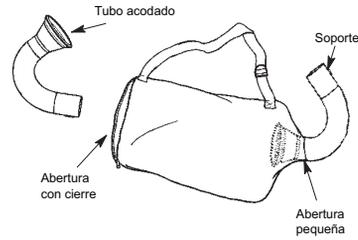

Fig. 3
2. Empuje el extremo pequeño del tubo a través de la pequeña abertura en la bolsa. (Fig. 3)